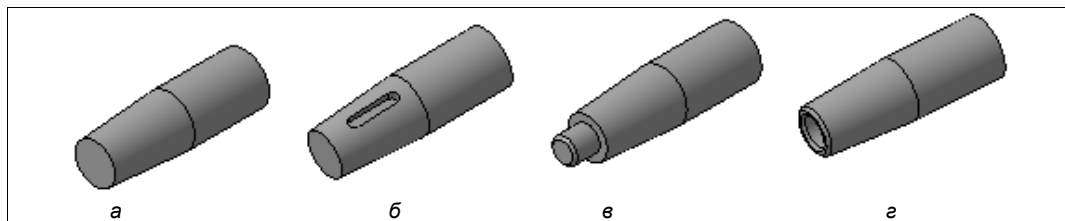

Рис. 25.6. Ряд типовых моделей вала
Рассмотрим прием моделирования типовых моделей на основе ранее созданной модели детали с помощью команды **Деталь-заготовка**. Обратите внимание, что эта команда стала доступна и после создания модели детали. Таким образом, в окно модели можно вставить несколько заготовок. Создайте модель в соответствии с чертежом **Вал-заготовка** на рис. 25.6, *а* и сохраните ее в папке **Модели** под этим именем. Далее:
- ◆ нажмите кнопку **Создать объект**. Система создала на детали-заготовке шпоночный паз (рис. 25.6, б). Вы могли бы нажать кнопку **Деталь-заготовка** и создавать новый вариант в этом же файле, но он будет также вставлен в центр системы координат, и обе модели будут накладываться друг на друга. Один из вариантов необходимо исключить из расчета. В данном случае сохраните модель под именем Вал 1.
- ◆ нажмите кнопку **Создать объект**. Изображение резьбы построено (рис. 25.6, в). Сохраните модель под именем Вал 2.
- Сделайте третий вариант модели с внутренней резьбой М12. Сохраните модель под именем Вал 3 (рис. 25.6, з).